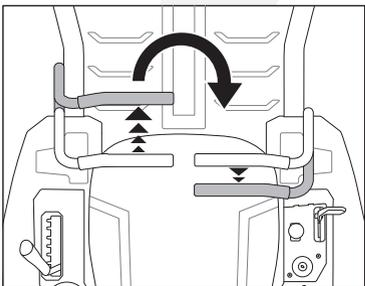

Fig.19A
2. Para girar en el sentido de las agujas del reloj, mueva la palanca de mando izquierda hacia delante mientras mueve simultáneamente la palanca de mando derecha hacia atrás. (Fig.19A)